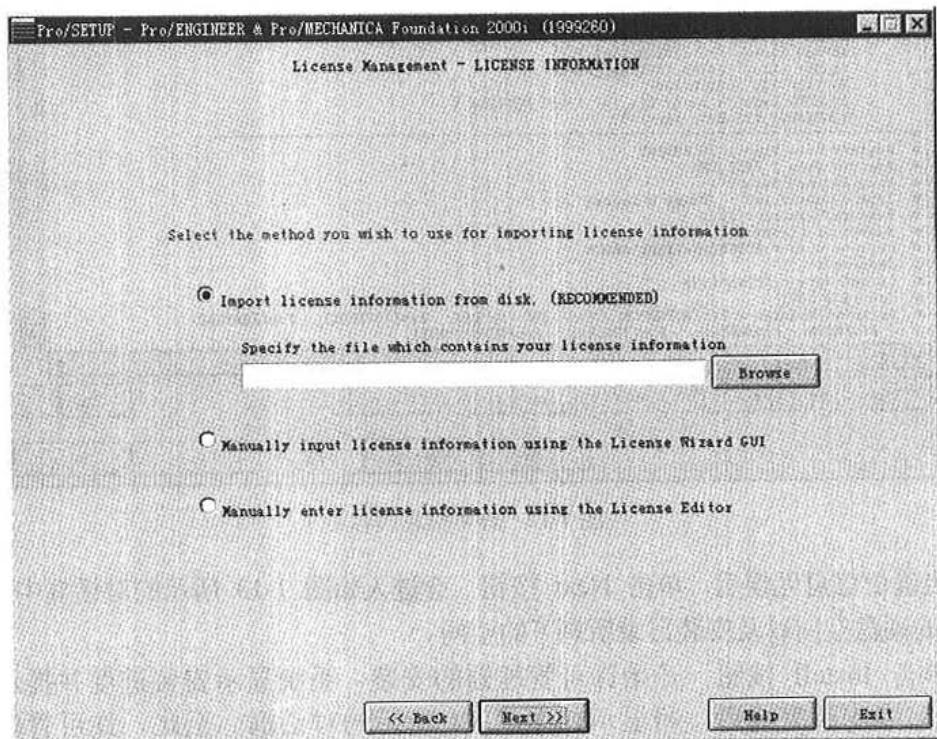
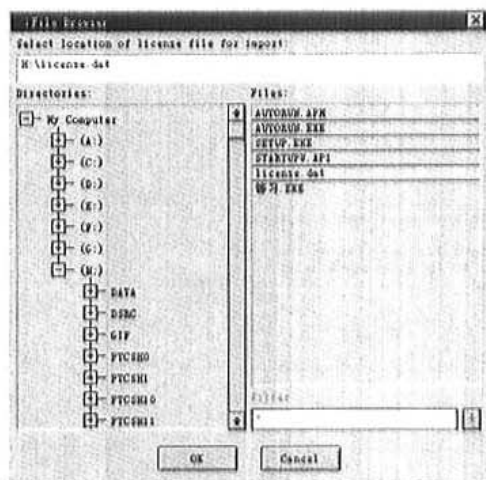

图 1-9 导入许可信息
图 1-10 查找许可信息文件
(6) 单击 Next 按钮, 将显示如图 1-9 所示的对话框, 要求导入许可信息。
采用第一种许可方式, 即从磁盘或光盘上获取许可信息。单击 Browse 按钮, 将显示如图 1-10 所示的对话框。从中选择许可信息文件, 单击 OK 按钮, 将返回到如图 1-9 所示的对话框中。